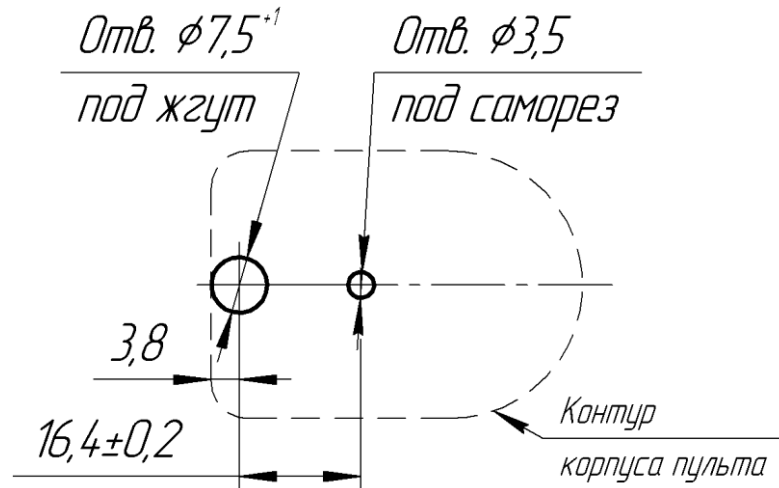

Рис. 1
- Нанести разметку (см. рис.1) отверстий на установочную (привалочную) поверхность для монтажа пульта (отверстие под жгут и отверстие для самореза).